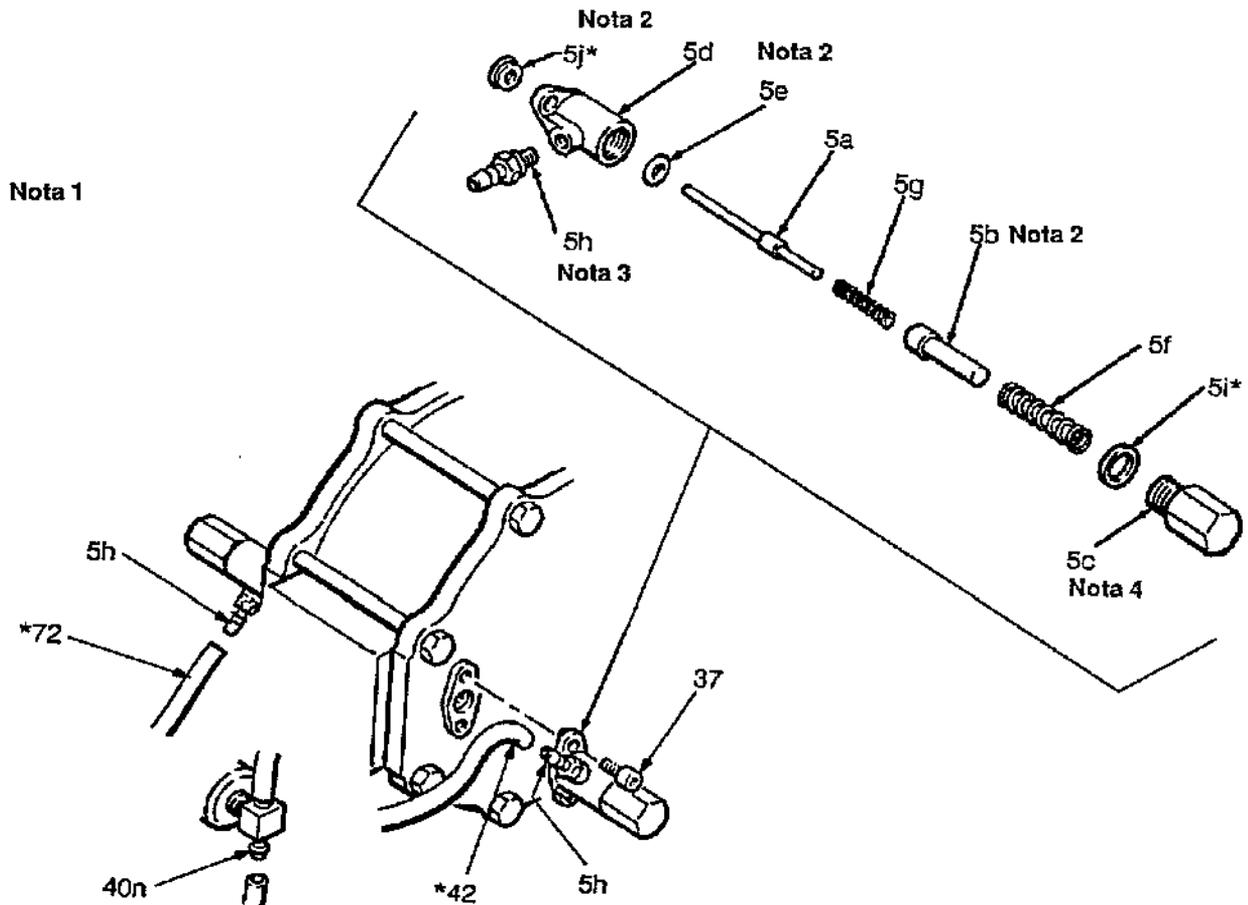

Fig. S-4
2. Desenroscar el sombrero (5c) de cada uno de los alojamientos de la válvula (5d) y sacar las piezas. Limpiar y examinar las piezas para detectar posibles huellas de deterioro. Ver la Figura S-4.
- b. Desatornillar los tornillos de sombrero (37) y sacar los alojamientos de la válvula piloto (5d). Engrasar las juntas de la varilla (5j*) e instalar una en cada lado de la bomba.